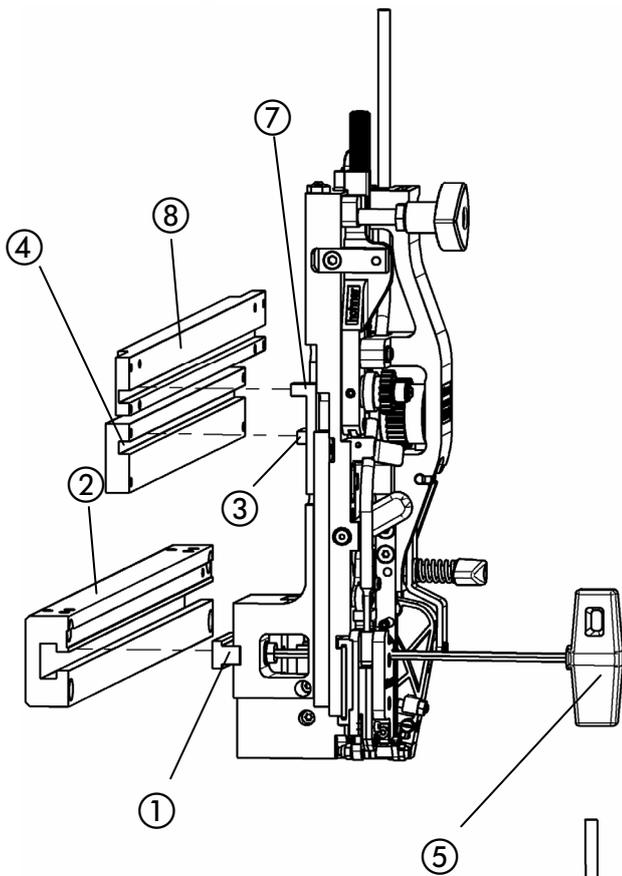
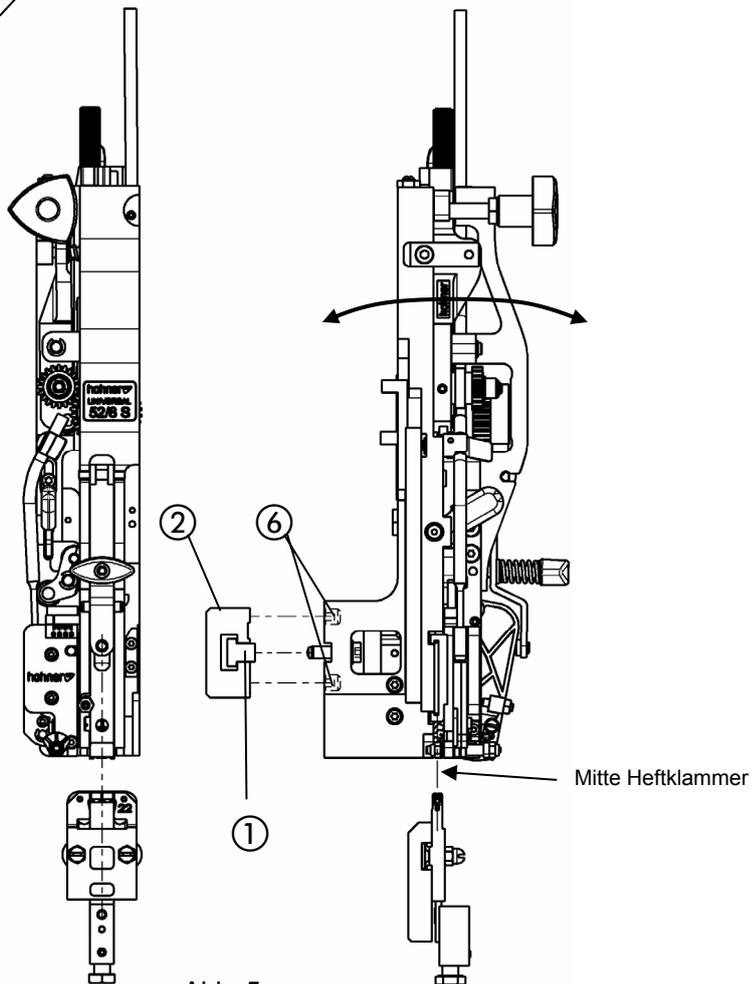

Abb. 4
Abb. 5
- Abb. 4 -
- Nutenstein ① mit Inbusschlüssel SW4 ⑤ von Heftkopf abschrauben.
- Nutenstein seitlich in die Heftkopfaufnahme ② einführen.
- Heftkopf in Heftkopfaufnahme einsetzen, dass die Mitnehmernase ③ in den Hubbalken ④ und die Nase des Verstellgestänges ⑦ in den Verstellbalken ⑧ (⑦ und ⑧ nur bei Maschinen mit Zentralverstellung) eingesetzt werden kann und der Nutenstein in den Heftkopf passt.
- Abb. 4, Abb. 5 -
- Nutenstein ① mit Inbusschlüssel ⑤ lösen.
- Nutenstein mit Inbusschlüssel in Heftkopfaufnahme ② fixieren.
- Abb. 5 -